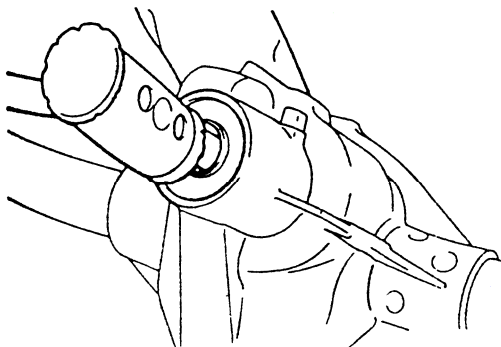

图 4-110 拆卸驱动小齿轮总成
(6) 拆卸驱动小齿轮总成时，如图 4-110 所示，以塑胶榔头轻敲差速小齿轮使之松动，敲击时应握住差速小齿轮避免掉落及损伤。在驱动小齿轮槽尾端，附有轴承预负荷垫片，该垫片可附着于轴承、驱动小齿轮或两者。垫片须整组放置良好，切勿松散。并且勿毁伤垫片（垫片厚度分别为 0.075mm、0.125mm、0.250mm 及 0.750mm），若有损伤则须更换。